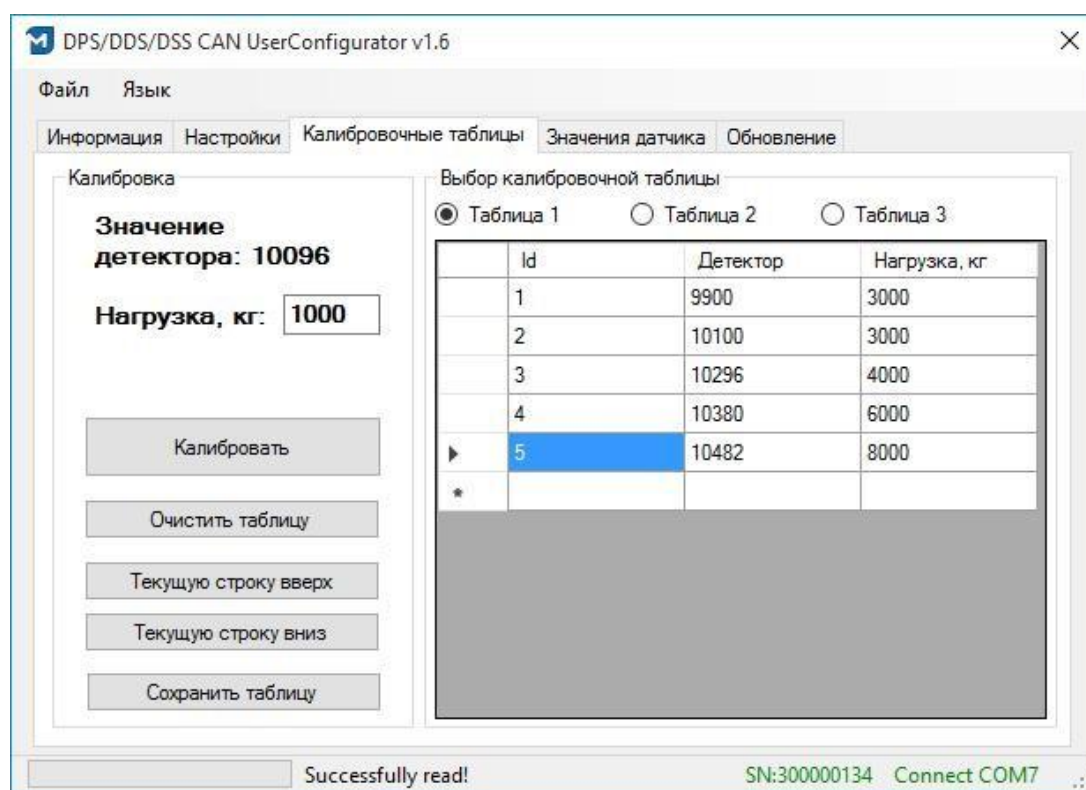

рис. 5.5. Сохранение калибровки в контроллер
- занести текущее значение весов в поле «**Нагрузка, кг**» (рис. 5.5);
На рис. 5.5 в таблице можно видеть сразу две точки таблицы калибровки, соответствующие минимальной осевой нагрузке 3000 кг (пустое ТС). При такой калибровке экстраполяция значений осевой нагрузки при детекторе ниже 9900 не опустится ниже 3000 кг.
В один контроллер можно записать до трех калибровочных таблиц (рис. 5.5). Это дает возможность одному контроллеру выдавать до трех независимых измерений осевых нагрузок. Применяется в случае, если оси расположены близко или находятся на одной тележке.